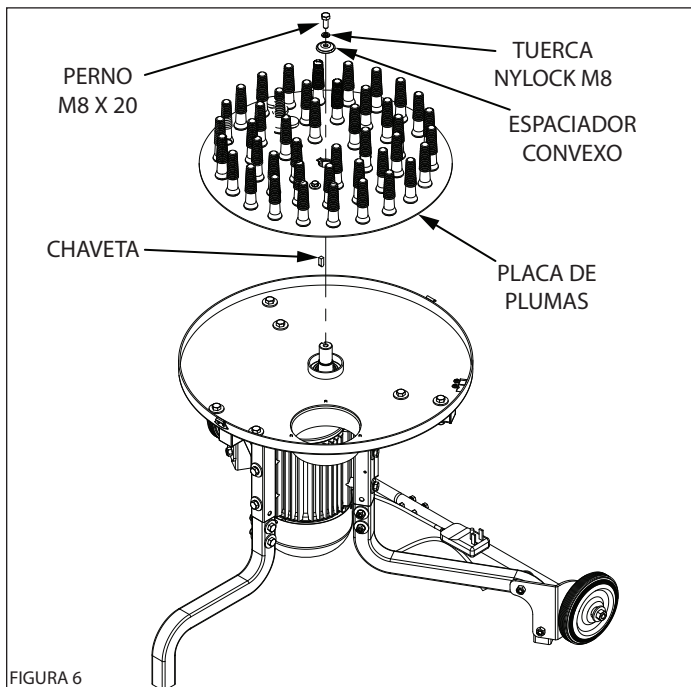

FIGURA 6
8. Inserte la chaveta en el eje de salida. **(CONSULTE LA FIGURA 6)**
10. Monte la tuerca de 8 mm, la arandela de seguridad M8 y el espaciador convexo de 8 mm sobre el eje. Apriete con una llave de 13 mm. **(CONSULTE LA FIGURA 6)**